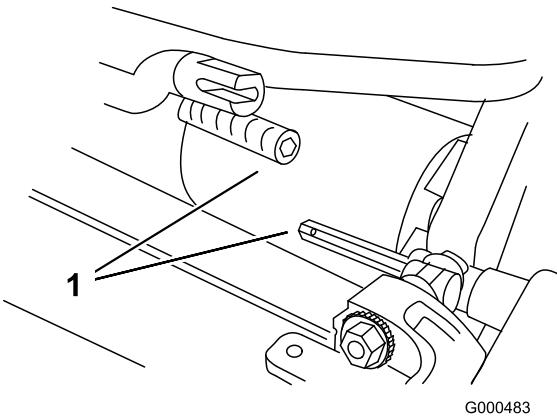

Figura 49
- Empurre a unidade de corte para a frente, cerca de 51 mm, e posteriormente para a direita de modo a desengatar a união da transmissão (Figura 49).